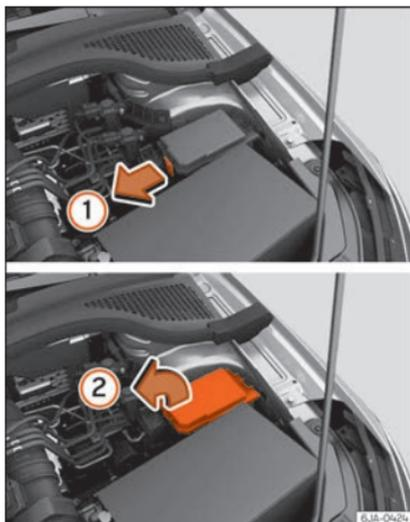
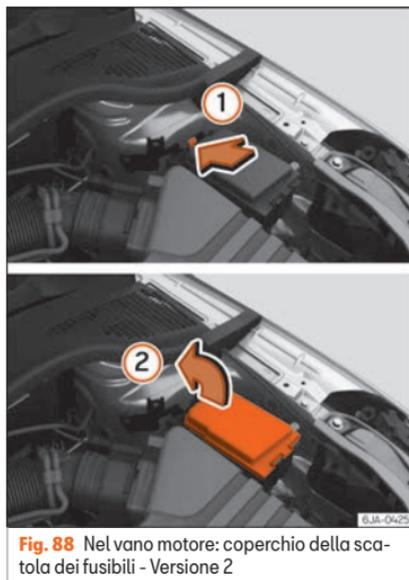

Fig. 87 Nel vano motore: coperchio della scatola dei fusibili - Versione 1
Fig. 88 Nel vano motore: coperchio della scatola dei fusibili - Versione 2
- Premere la linguetta di bloccaggio del coperchio nel senso della freccia ① » **fig. 87** o » **fig. 88**.
- Aprire il coperchio nella direzione indicata dalla freccia ② e toglierlo.